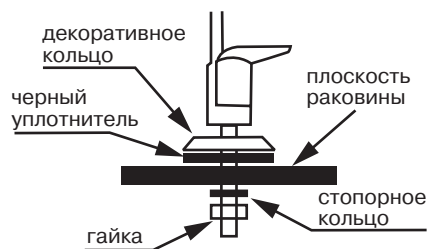
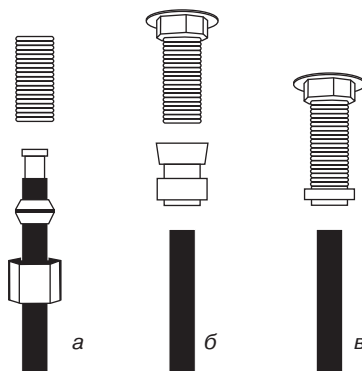

Рис. 8
Рис. 9
Монтаж крана чистой воды производите согласно **рис. 8**. Мы рекомендуем не затягивать гайку (см. **рис. 8**) до завершения монтажа и проверки работоспособности системы, чтобы была возможность убедиться в отсутствии подтекания воды в месте соединения корпуса крана и резьбовой трубки. В комплекте с краном чистой воды может поставляться набор деталей для осуществления соединения с трубкой, либо кран чистой воды может иметь в своем составе быстроразъемный коннектор. На **рис. 9а, б, в** приведены возможные способы подключения синей трубки к крану чистой воды.
7. Закройте клапан бака (C).
8. Откройте клапан подачи воды (B).
10. Через пять минут вода начнет капать из крана чистой воды (A). Дайте воде капать в течение 10 мин., после чего закройте кран чистой воды (A), откройте клапан бака (C), повернув его на 90° — начнется процесс заполнения бака. Это займет несколько часов в зависимости от входного давления воды.
11. После заполнения бака (вы услышите, что вода больше не течет в дренаж) откройте кран чистой воды (A) и дождитесь, пока вся вода не вытечет.
12. Закройте кран чистой воды (A). Дайте баку наполниться во второй раз. Этот процесс займет около 2 часов. Затем слейте воду из бака.
16. Убедитесь в отсутствии протечки внизу корпуса крана чистой воды, затяните гайку крана (**рис. 8**).